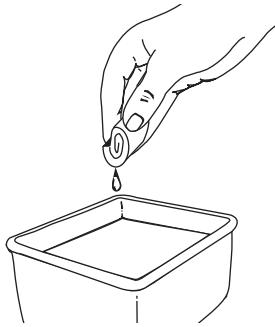

Fig. 28
- Lavez le filtre dans un mélange d'eau et de détergent (Fig. 28). Rincez le filtre abondamment et laissez-le sécher.